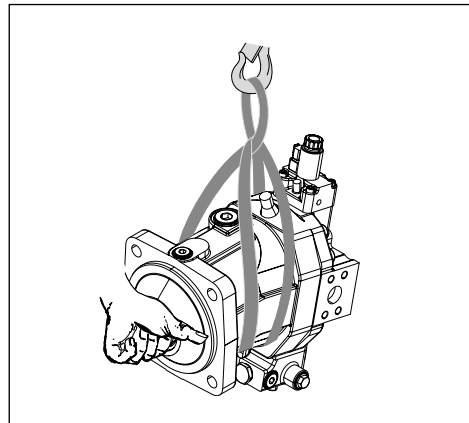

图 5: 使用提升带搬运
- ▶ 将提升带缠绕在轴向柱塞单元上，但请勿将吊索置于附件（例如：阀）之上，也不要通过此类附件吊挂轴向柱塞单元（参阅图 5）。